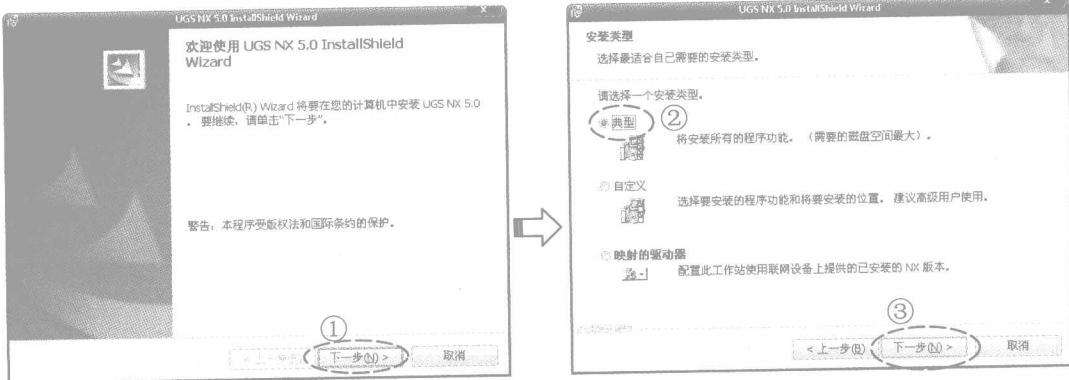

图 1-12 选择安装类型
(14) 单击 **下一步(N)>** 按钮后弹出『UGS NX5.0 InstallShield Wizard』对话框，然后以图 1-12 所示的指引进行操作。